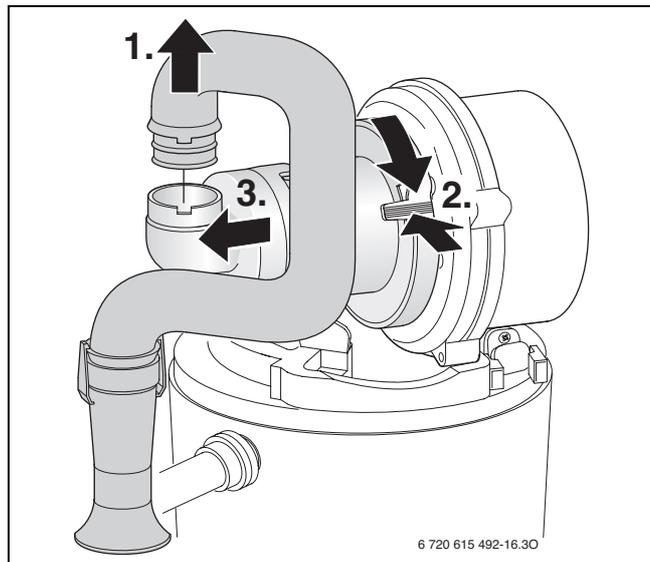
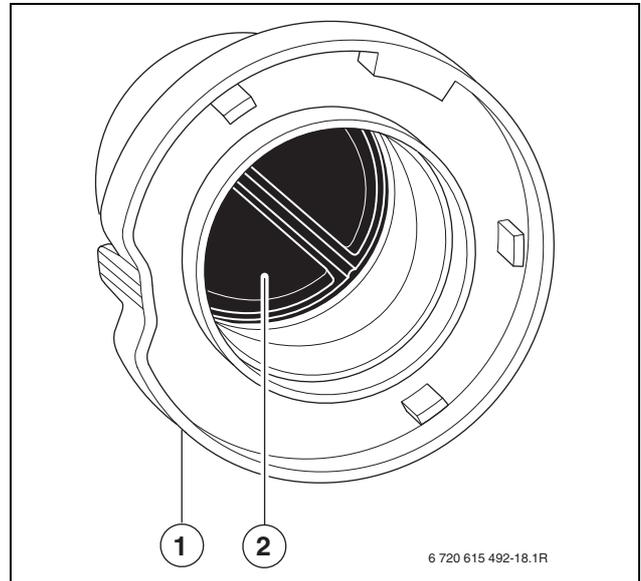

Fig. 47
Fig. 54
- ▶ Smontare il miscelatore aria/gas (fig. 54, [1]) seguendo la procedura come da fig. 47.